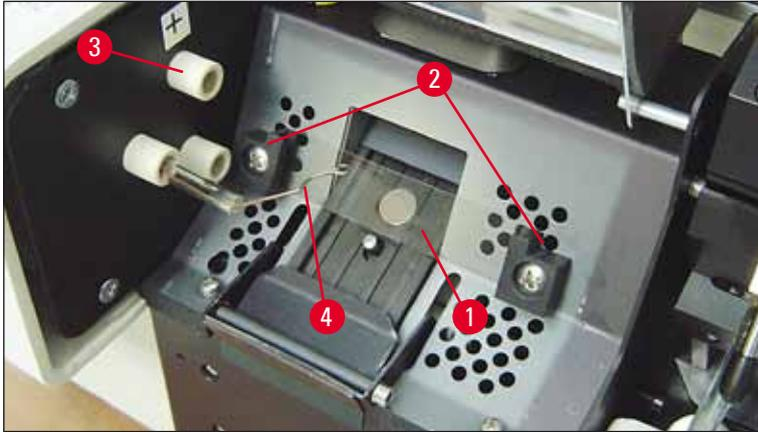

Abb. 20
5. Darauf achten, dass sich die Kontaktfeder (→ "Abb. 19-2") vom Zünddraht (→ "Abb. 20-4") der Lampe löst (siehe auch (→ "Abb. 20") und (→ "Abb. 21-1"))).